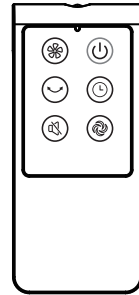

Fig.10
### I. Afstandsbediening (Fig.10)
- (1) Verschuif het deksel van het batterijcompartiment.
- (2) Plaats de batterijen en zorg ervoor dat deze geplaatst zijn zoals getoond in Fig.10.
- (3) Schuif het deksel van het batterijcompartiment terug op zijn plaats.